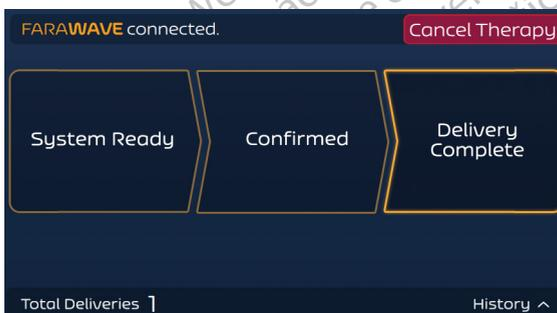

Figura 12. Schermata Therapy (Terapia) - Modalità asincrona - Stato Delivery Complete (Erogazione completa)
- Una volta completata con successo l'erogazione di energia, il generatore PFA FARASTAR aggiorna il contatore Total Deliveries (Erogazioni totali) e registra inoltre l'evento nella schermata History (Cronologia). Vedere Figura 12.